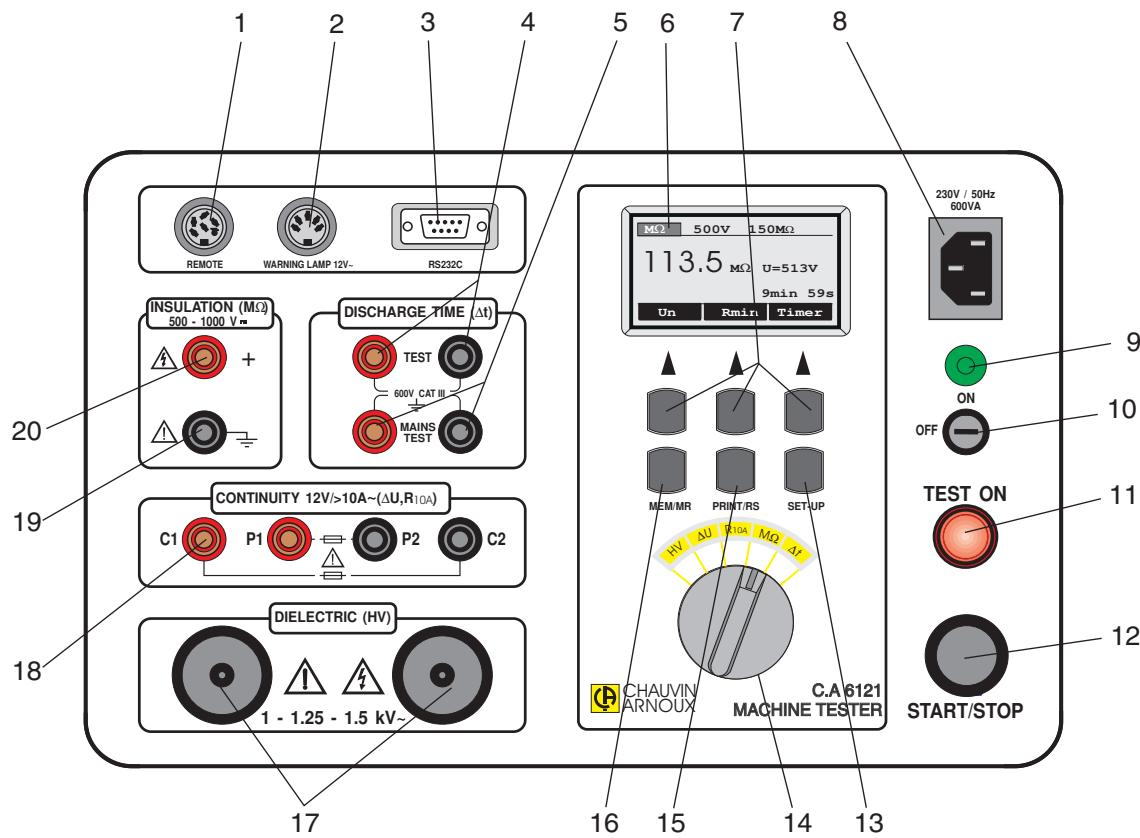

Fig.1. Rappresentazione del pannello anteriore
Spegnere immediatamente lo strumento in caso il led rosso di avvertimento (pos.11., fig.1.) non si accenda dopo l'avviamento del generatore AT.